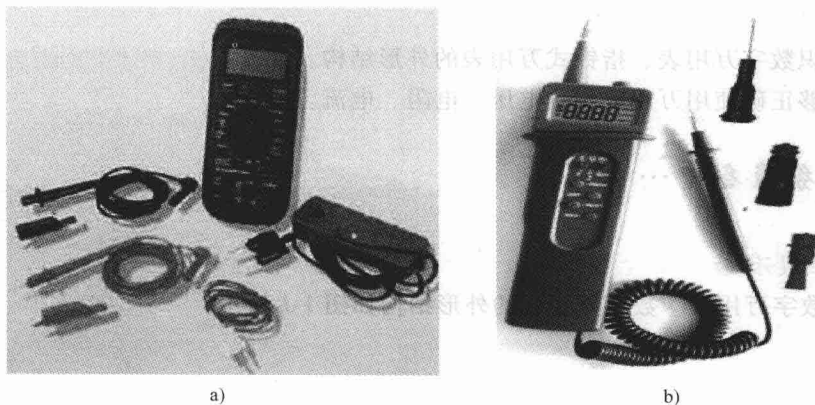

图 1-3 汽车专用万用表及其附件
(3) 汽车专用万用表 汽车专用万用表及其附件如图 1-3 所示。